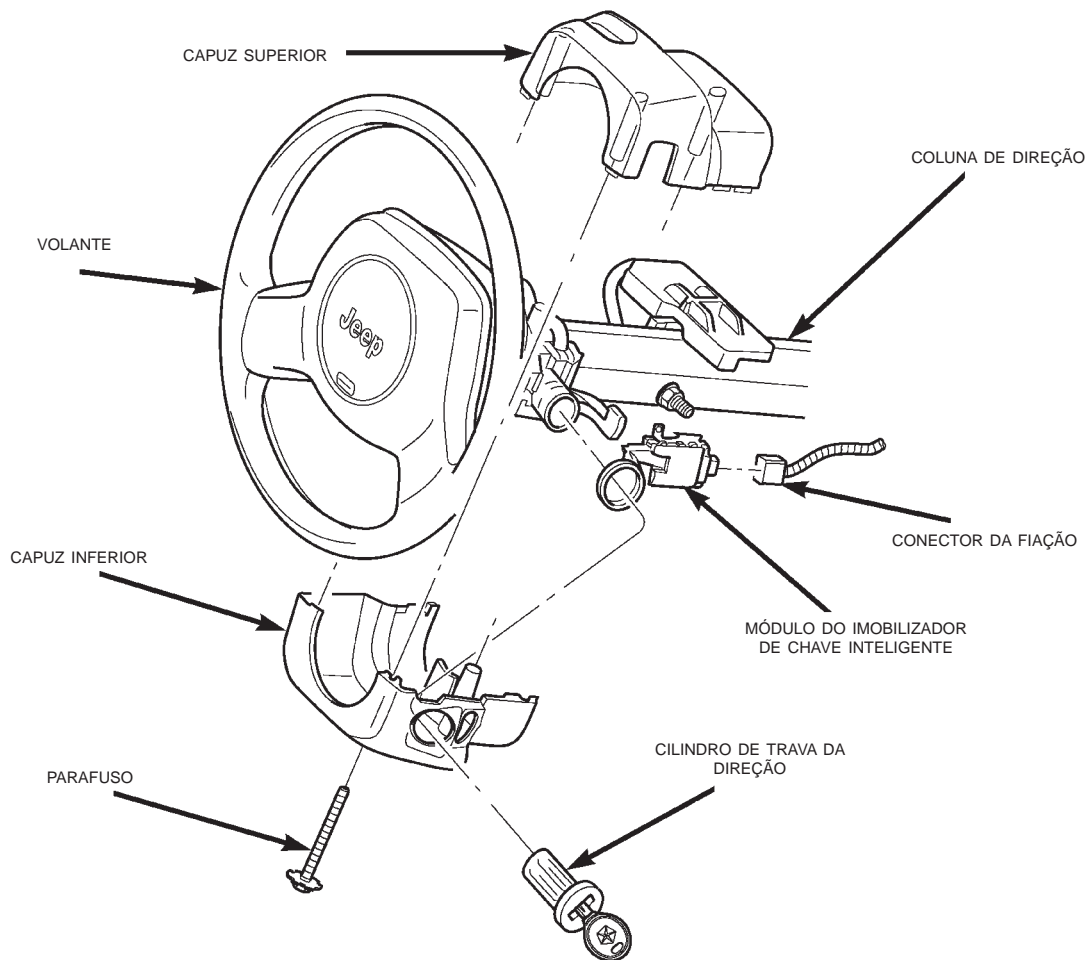

Fig. 3 Remoção/Instalação do Módulo do Imobilizador de Chave Inteligente
(6) Remova os três parafusos que prendem o capuz da coluna de direção inferior no superior.
(7) Se o veículo estiver o equipamento com coluna inclinável, mova a coluna para a posição mais baixa.
(8) Se o veículo tiver o equipamento, com a coluna não-inclinável, afrouxe as duas porcas que seguram o suporte de montagem da coluna de direção não-inclinável aos parafusos do suporte do painel. Abaixar a coluna o suficiente para remover o capuz superior da coluna.
(9) Remova ambos os capuzes da coluna, superior e inferior.
(10) Desengate o retentor da fiação da coluna de aleta no topo do suporte de montagem do SKIM (Fig. 3).
(11) Desligue o conector da fiação do receptáculo do SKIM.
(12) O suporte de montagem do SKIM tem aspecto de uma presilha que segura o SKIM na flange